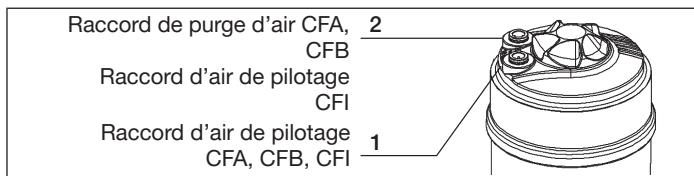

Fig. 6 : Raccordement pneumatique
- Raccorder le fluide de pilotage au raccord d'air de pilotage 1 et 2 de l'actionneur (voir « Fig. 6 »)